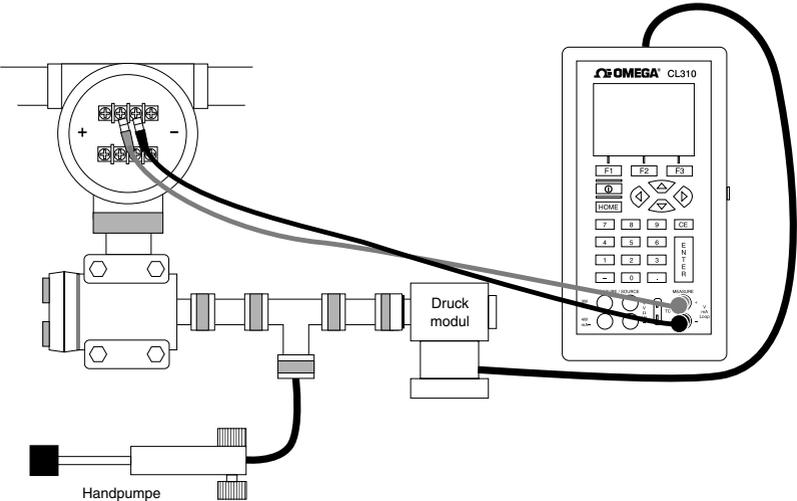

Abbildung 22. Kalibrieren eines Drucktransmitters
3. Schließen Sie den Kalibrator an den Transmitter und das Druckmodul an wie in Abbildung 22 gezeigt.